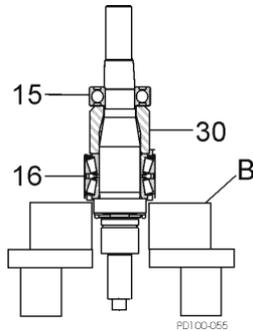

Abbildung 46 - Entfernen der Lager von der Welle
11. Verwenden Sie eine Hydraulikpresse und Klemmblöcke (Abbildung 46, Pos. B), um die Lager (Pos. 15 und 16) und das Distanzstück (Pos. 30) zu entfernen.